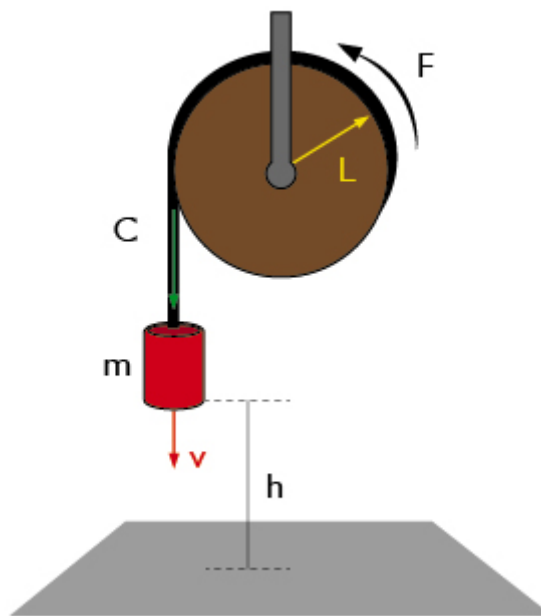

Figura 7 - Efeito do conjugado em uma polia.
O conjugado, também chamado de torque ou binário, é a medida do esforço necessário para girar o eixo. Para medir o esforço necessário para fazer girar o eixo não basta definir a força empregada, é preciso também dizer a que distância do eixo a força é aplicada. O esforço é medido pelo conjugado, que é produto da força pela distância, isto pode ser apreciado na Figura 7, no exemplo da polia.
A potência mede a rapidez com que a energia é aplicada ou consumida. Como no exemplo da Figura 7, a energia gasta ou trabalho realizado para trazer o balde do fundo até a superfície é sempre a mesma, porém a potência expressa a rapidez com que esta energia é aplicada para erguer o balde até a boca. Ou seja, a potência é a energia ou trabalho total realizado dividido pelo tempo total para realizá-lo. A unidade utilizada para a potência mecânica no SI é o Watt (W), porém a unidade mais utilizada é o cv (cavalo - vapor) equivalente a 736 W.
2. Para o sistema da Figura 7, uma massa de 0,5kg é deslocada a uma velocidade de 5m/s. Se a força da corda é de 10kg, qual a potência necessária para elevar essa massa?
3. Para o sistema da Figura 7, uma massa de 1,5kg é deslocada a uma velocidade de 10m/s. Se a força da corda é de 20kg, qual a potência necessária para elevar essa massa?